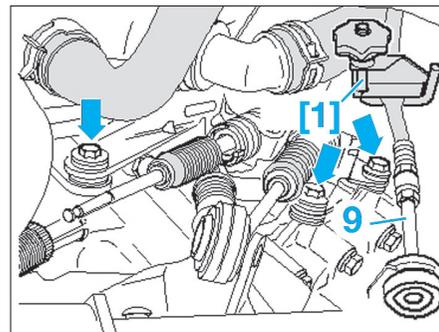

Fig. 5
- [1]. Pince-durif réf VW 3094 (Fig.5)
- Déposer le levier de commande des vitesses (7) à cet effet, dévisser l'écrou (8).
- A l'aide de l'outil [1] ou un équivalent, pincer le flexible pour la conduite combinée rigide/flexible (9) reliée au cylindre récepteur (Fig.5).